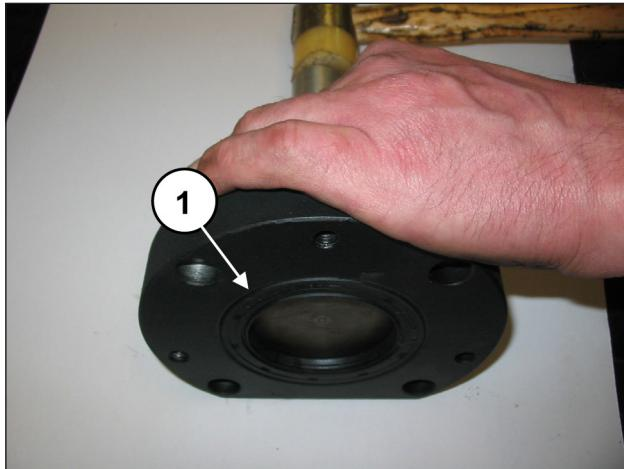
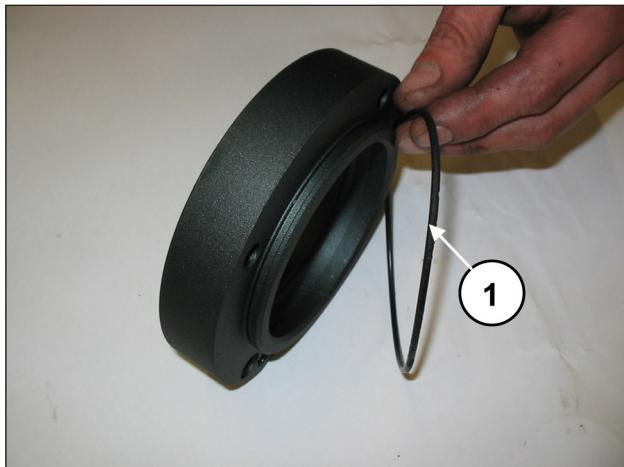
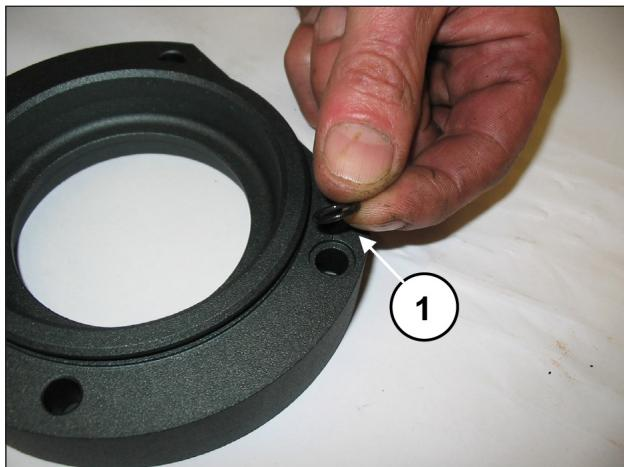

Рис. 28
Рис. 29
Рис. 30
Извлеките радиальное уплотнительное кольцо (поз. ①, Рис. 28), внешнее уплотнительное кольцо O-ring (поз. ①, Рис. 29) и O-ring смазочного отверстия (поз. ①, Рис. 30).